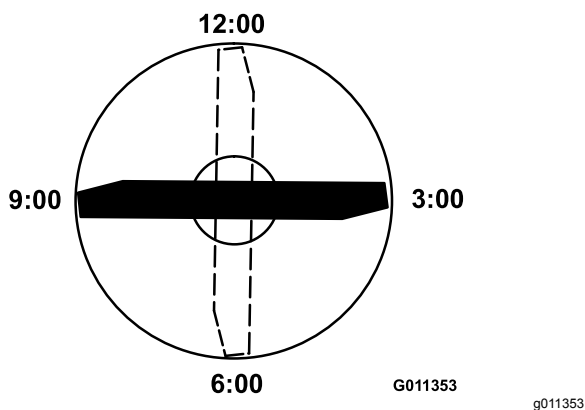

Рисунок 67
3. Установите режущую кромку отмеченного конца ножа в положение «12 часов» (строго прямо по направлению скашивания) и измерьте высоту от стола до режущей кромки ножа (Рисунок 67).
4. Поверните отмеченный конец ножа в положения «3 часа» и «9 часов» и измерьте значения высоты (Рисунок 67).